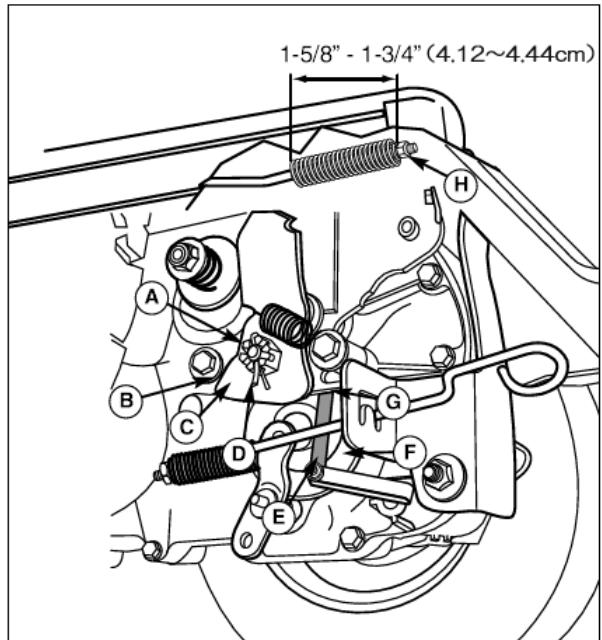

図 25 ブレーキの調節
2. ブレーキアーム(図 25 の C)がストッパー(B)に触れている事を確認します。